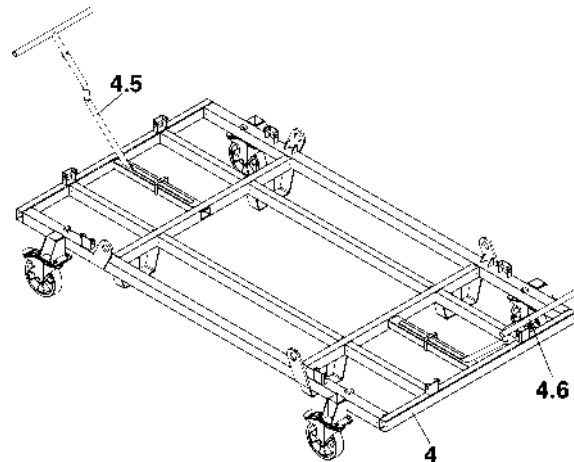

Fig. A1.04
A paleta AD (4) é projetado com dois cabos integrados (4.5) e (4.6) facilita o transporte. (Fig. A1.04)